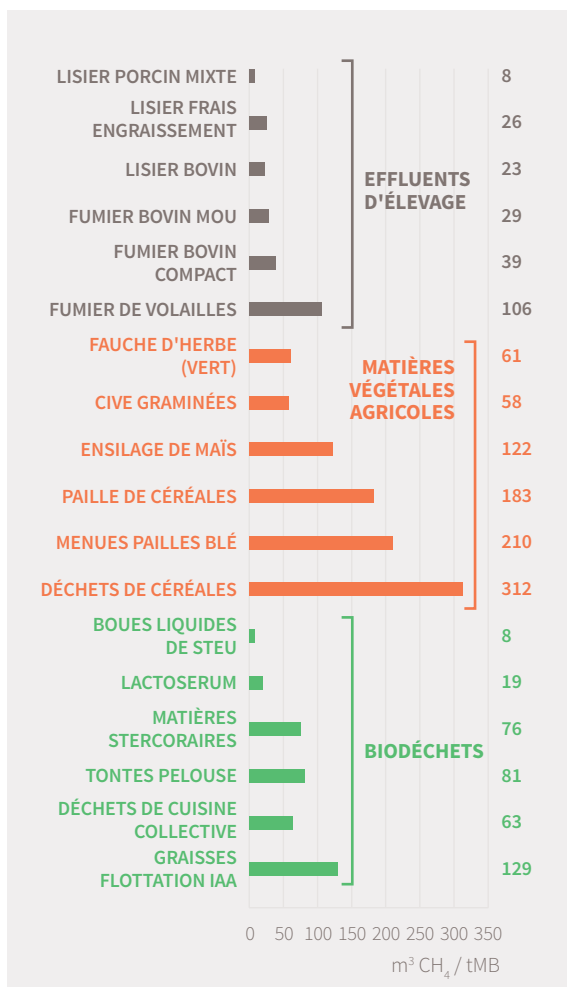

Figure 4 : Potentiels méthanogènes moyens des principaux substrats utilisés en méthanisation en volume de méthane par tonne de matière brute
■ **Les matières végétales agricoles** : Il s'agit soit de matières produites sur l'exploitation (ensilages de cultures intermédiaires, cultures fourragères, pailles et menues pailles), soit de résidus de cultures, soit de résidus du tri et du stockage de matières premières (déchets et issues de silo). Les végétaux ont des potentiels méthanogènes intéressants (voir Figure 4). Comme ils sont riches en carbone, ils équilibreront facilement la ration ; ils ont également une bonne dégradabilité et se stockent facilement.
- **Les menues pailles** : le rendement méthanogène est très intéressant (voir Figure 4) et la récupération permet également de diminuer la pression d'adventices dans les champs. Compter un rendement moyen de **1 à 2 t/ha** (proportionnel au rendement en paille).